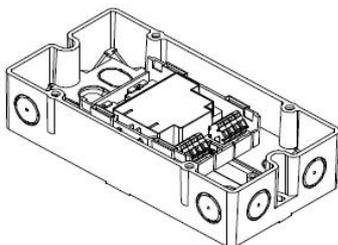

Fig. 3
- Instalação fora de um gabinete de comutação ou de uma unidade de controle: Use invólucro FDCH221 (Fig. 3).
- Use dois parafusos (M4) para encaixar o invólucro numa superfície plana (Fig. 3). Distância entre furos:  $182,0 \pm 1,0$ mm.
- Fixe o módulo com dois parafusos no invólucro (Fig. 3).